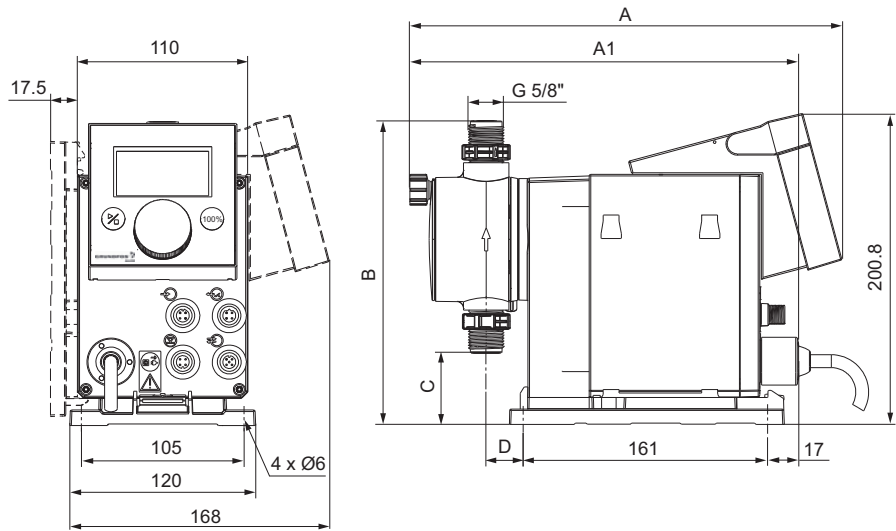

Abb. 4 Maßzeichnung
- Die Montageplatte kann als Bohrschablone benutzt werden, Bohrlochabstände, siehe Abb. 4.